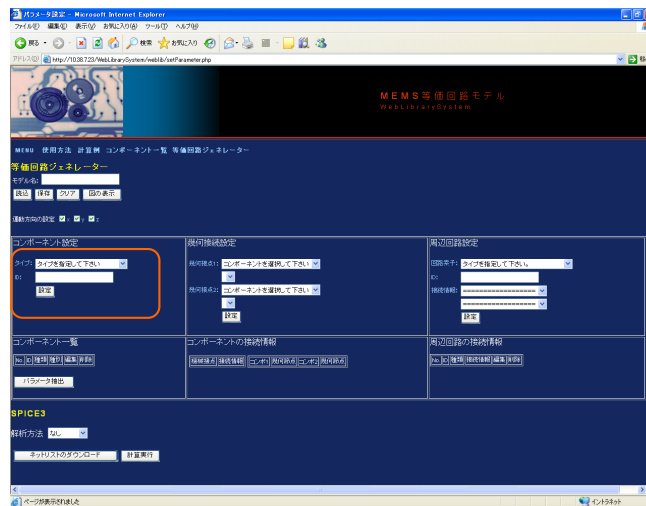

Figure 9: 「パラメータファイルの読み込み」画面
- (b) 次に、デバイスを構成するコンポーネントの登録を図9に示す「コンポーネント設定」部分で行う。「タイプ」でコンポーネントタイプを選択